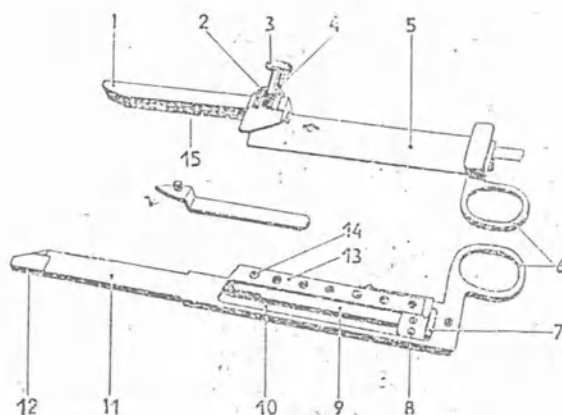
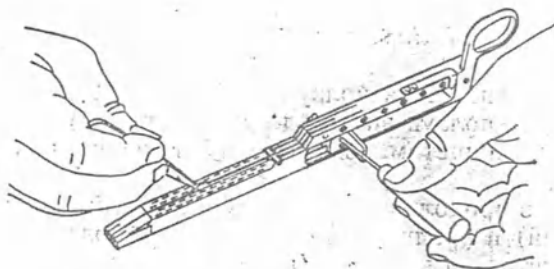

Рис. 2. Шиватель-ушиватель органов СУО-70 в разобранном виде:
Рис. 6. Замена
4.2. Сшиватель-ушиватель (рис. 2) состоит из упорной 5 и скобочной 13 половин, которые соединены шарнирно осью 14, имеют продольные губки 1 и 11 и снабжены ручками 6. На продольной губке 11 установлены съемные магазины 12. На продольной губке 1 установлена матрица 15 с лунками для загиба ножек П-образных скобок.
6.4.1. Вывернуть винт 8 на ползуне 7 (см. рис. 2), предварительно передвинув ползун вперед до упора (рис. 6).